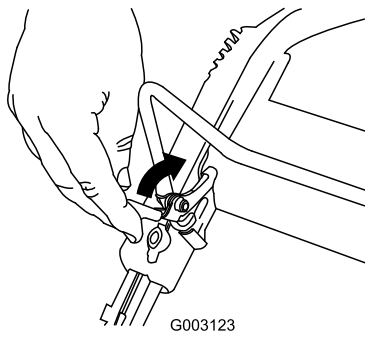

Figura 17
Para apagar el motor, mantenga pulsado el botón de parada del motor (Figura 17) hasta que el motor se apague.
1. Tire hacia atrás del mecanismo de bloqueo de la barra de control (Figura 17).